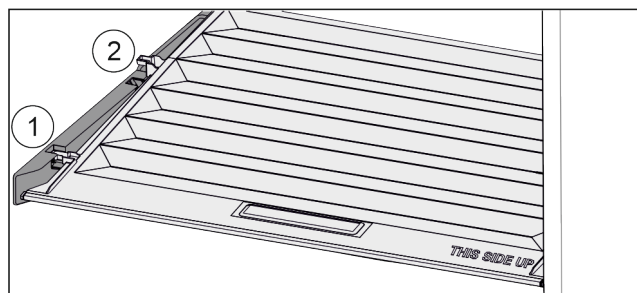

Fig. 31
- ▶ Vytáhněte víko dopředu až k otvoru v přídržných dílech Fig. 31 (1).
- ▶ Vzadu zespuď nadzvedněte a vyjměte směrem nahoru Fig. 31 (2).